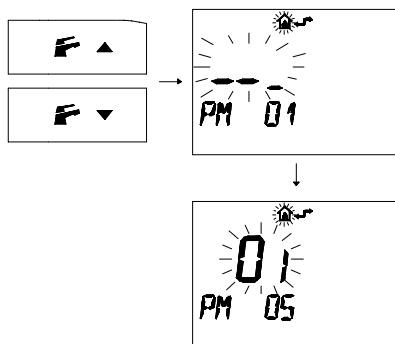

Figura 8.6
- Premere i pulsanti **F**▲ e **F**▼ per visualizzare la programmazione "PM05" settaggio gas fase 1 (Figura 8.6).
- Il SET programmato che lampeggia **01** indica che la caldaia è predisposta per funzionare con gas **Metano (G20)** (Figura 8.6)